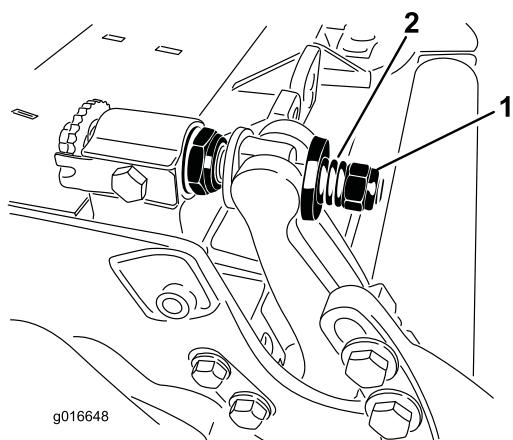

Figure 31
4. Serrez l'écrou de tension du ressort jusqu'à ce que les spires soient jointives, puis desserrez-le de 1/2 tour (Figure 31).
10. Serrez l'écrou sur chaque vis de réglage de la barre d'appui jusqu'à ce que le ressort de compression soit complètement comprimé, puis desserrez l'écrou de 1/2 tour (Figure 31).